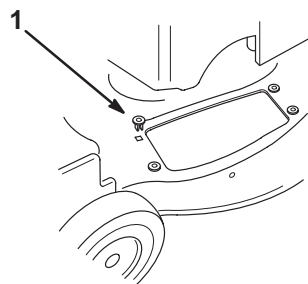

Abbildung 34
6. Die vier Tüllen, die dem Graskorb beiliegen, in den vier rechteckigen Öffnungen im Rasenmäher anbringen (Abb. 34).